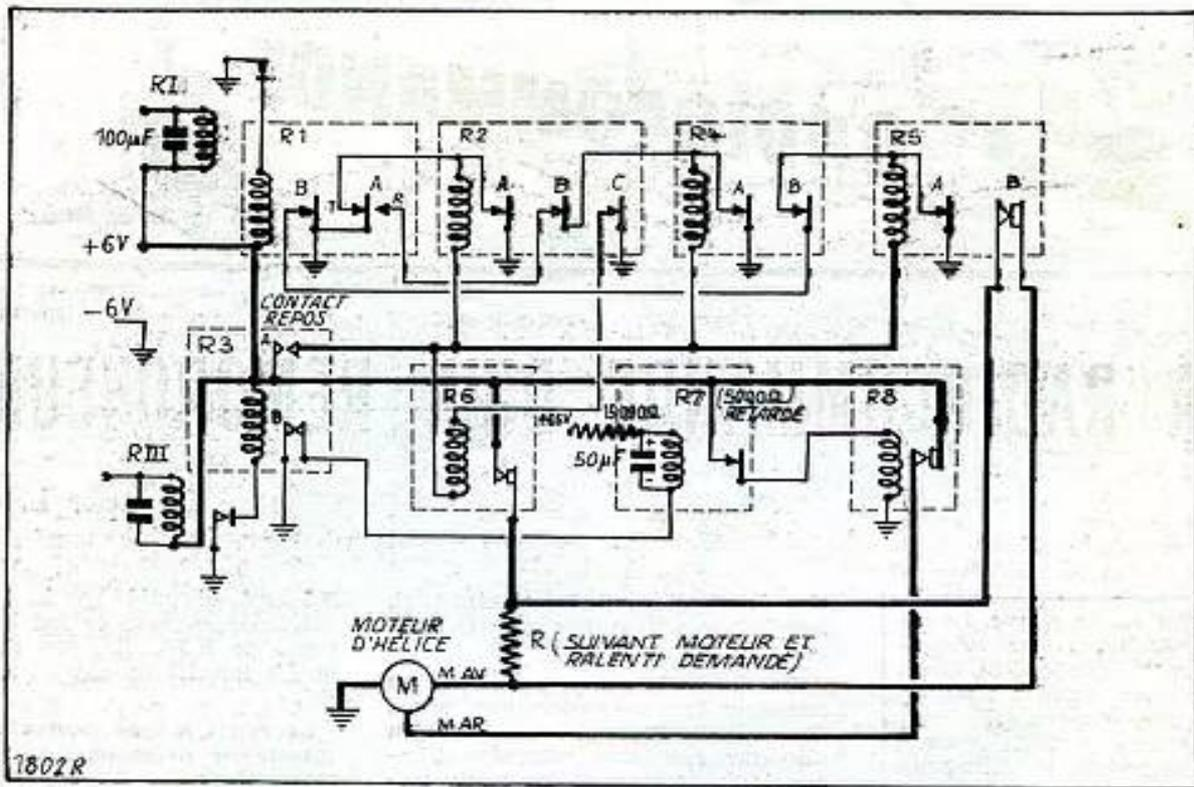

FIG. 2. — Schéma général.
Sur le schéma général, fig. 2, nous allons suivre chaque circuit. Le canal 1 commande la marche avant petite vitesse et grande vitesse. Le relais primaire R1 ferme le relais R1 à 2 contacts travail A et B et un contact repos. Le relais R1 ferme par son contact A (travail) le relais R2 qui restera alimenté par son contact A (ce relais est donc auto-colleur). Il ferme ensuite par B un circuit d'alimentation de R5 que nous verrons par la suite. Le relais R2 alimente par C le relais R6. Ce relais est à forts contacts (A) supportant 5 ampères pour alimentation du moteur de marche. Les relais R2 - R4 -